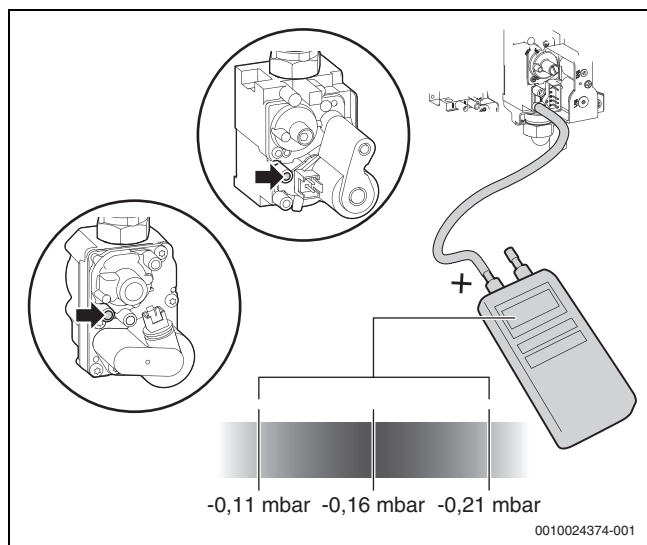

Fig. 43 Măsurarea presiunii diferențiale
- ▶ Măsurați presiunea diferențială a vanei de gaz (→ Fig. 43). Presiunea diferențială optimă este de $-0,16$ mbar.